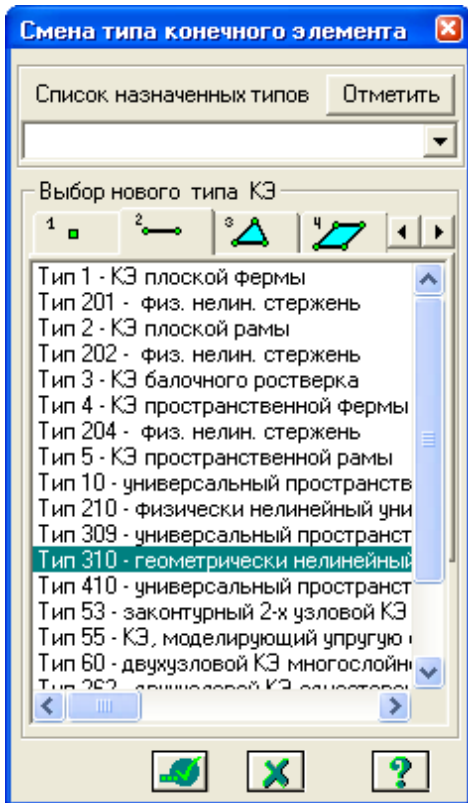

Рис.8.8. Диалоговое окно Смена типа конечного элемента
- С помощью меню **Схема** ⇒ **Корректировка** ⇒ **Смена типа конечного элемента** (кнопка  на панели инструментов) вызовите диалоговое окно **Смена типа конечного элемента** (рис.8.8).